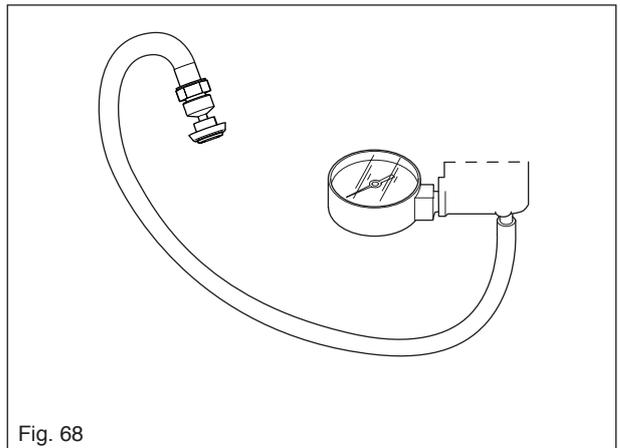

Fig. 68
- Pruebe con presión la válvula de descompresión. Efectúe la prueba de la válvula de descompresión según se describe a continuación. Véase también la fig. 68.